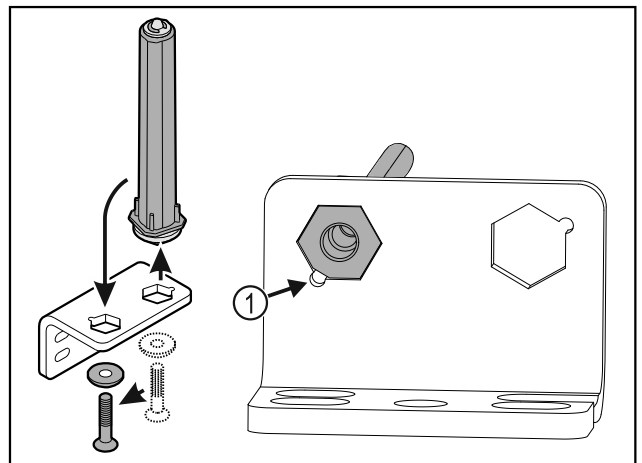

Fig. 37
- ▶ Pass på at den skrå kanten på bolten Fig. 37 (1) peker mot det runde hullet under innsettingen.